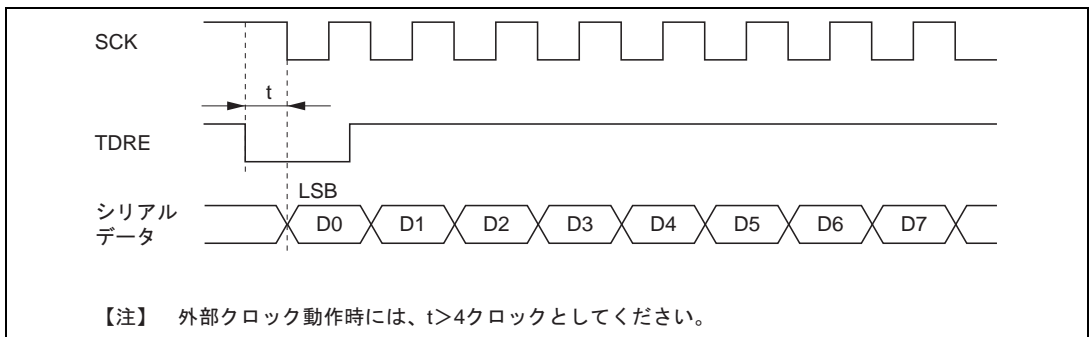

図 14.22 DTC によるクロック同期式送信時の例
- (1) 同期クロックに外部クロックソースを使用する場合、DMAC*またはDTCによるTDRの更新後、φクロックで5クロック以上経過したあとに、送信クロックを入力してください。TDRの更新後4クロック以内に送信クロックを入力すると、誤動作することがあります。(図14.22)
- (2) DMAC*またはDTCにより、RDRのリードを行うときは必ず起動要因を当該SCIの受信データフル割り込み (RXI) に設定してください。